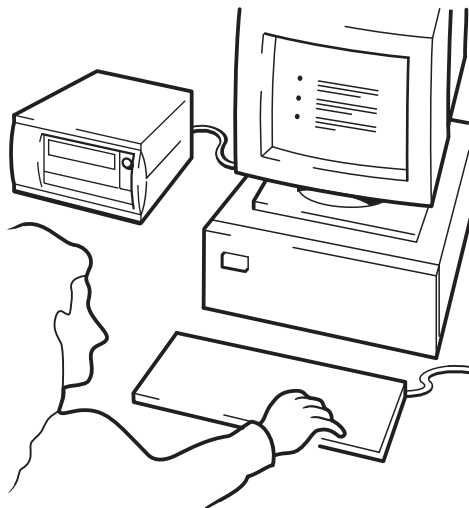

Figura 10d: uso de HP OBDR, paso 4
- 3 Siga las instrucciones de la pantalla para configurar el sistema operativo (véase la Figura 10d). (Variarán en función del software de copia de respaldo utilizado.) Normalmente puede aceptar todas las respuestas predeterminadas a todas las indicaciones presionando <Intro>.